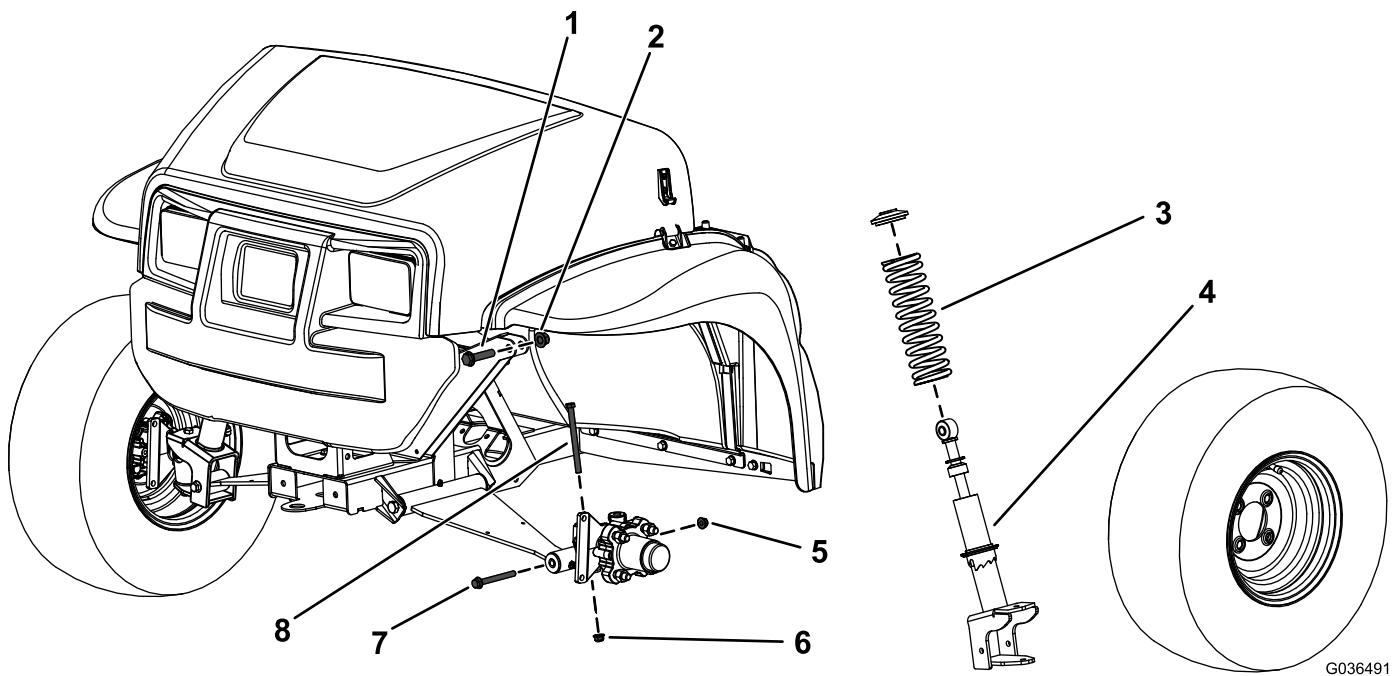

Bild 1
2. Nehmen Sie die Sechskantschraube (3/8" x 4 3/4") und Bundmutter (3/8") von der Spindel ab (Bild 1).
3. Nehmen Sie die Sechskantschraube (3/8" x 3 1/2") und Bundmutter (3/8") vom Steuerarm ab (Bild 1).
4. Nehmen Sie die Sechskantschraube (1/2" x 2 1/4") und Sicherungsmutter (1/2") ab, mit denen die Strebe am oberen Rahmen befestigt ist (Bild 1).
5. Nehmen Sie die Strebe ab (Bild 1).
3. Entfernen Sie die Feder von der Strebe (Bild 1).
4. Bringen Sie die neue Feder über der vorhandenen Strebe an (Bild 1).
2. Befestigen Sie den oberen Teil der Strebe mit der oberen Sechskantschraube (1/2" x 2 1/4") und Sicherungsmutter (1/2") am Rahmen, wie in Bild 1 abgebildet.
4. Bringen Sie die Sechskantschraube (3/8" x 4 3/4") und Bundmutter (3/8") an der Spindel an (Bild 1).
6. Befestigen Sie den unteren Teil der Strebe mit der Sechskantschraube (3/8" x 3 1/2") und Bundmutter (3/8") am Steuerarm, wie in Bild 1 abgebildet.